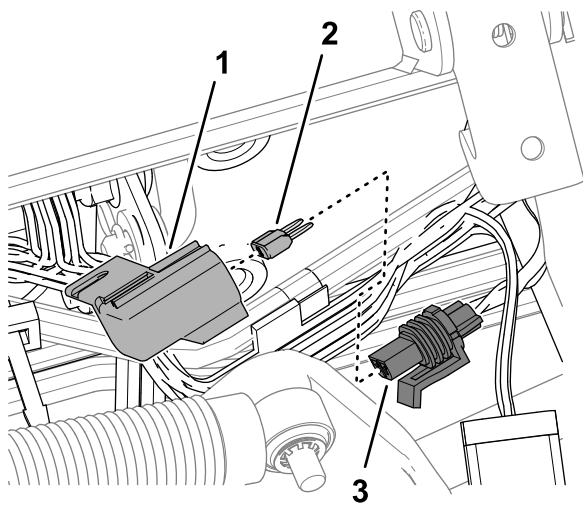

Bild 135
3. Entfernen Sie die Kappe des Leistungssicherungshalter mit der Aufschrift 10 A FUSE TELEMATIC PWR (Bild 135).